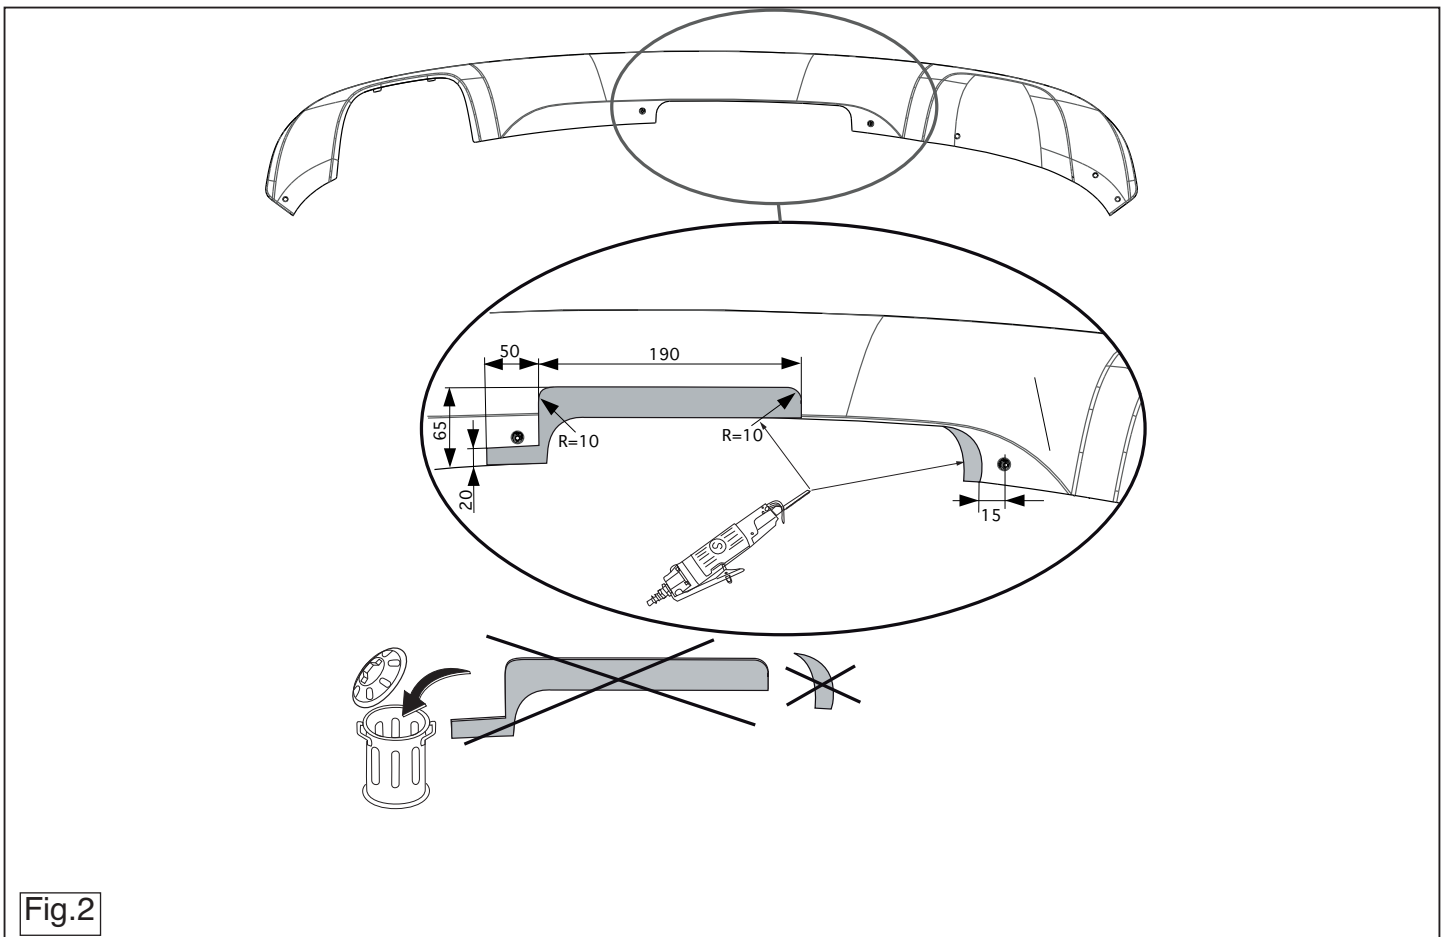

Fig.2
8. Saw a portion out of the cover plate as shown in figure 2.
8. Gemäß Abb. 2 einen Teil aus der Abdeckplatte heraussägen.
8. Scier une partie de la plaque de protection conformément à la figure 2.